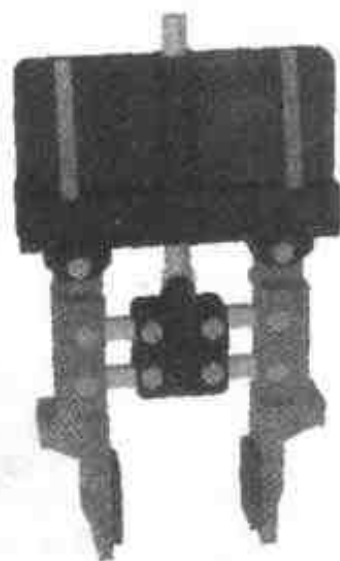

图 5.63 左右夹向内侧移动
- (10) 关闭【三维球】, 单击【打开】按钮进入动画状态, 单击【播放】按钮观察动画效果, 结果如图 5.63 所示, 左右夹各向内侧移动了 10。